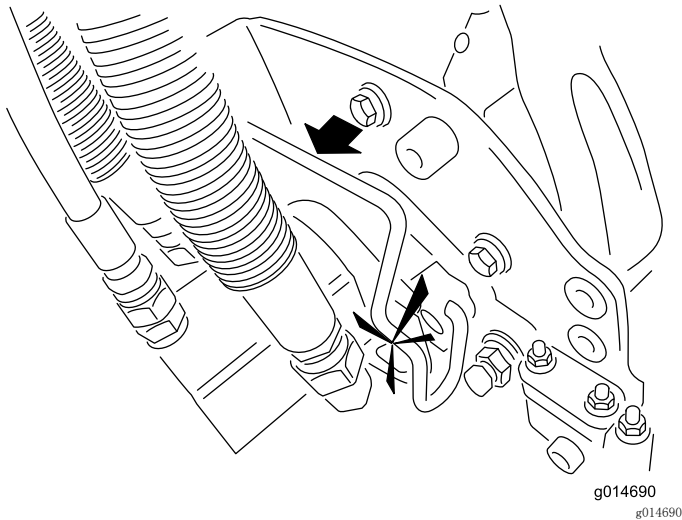

图13
7. 在滚刀组马达的花键轴上涂抹干净的润滑脂（图13）。
8. 将马达插入滚刀组左侧（从操作员的位置看），并将滚刀组上的马达固定架拉向马达，直到听见马达两侧发出“咔哒”的声音（图13）。